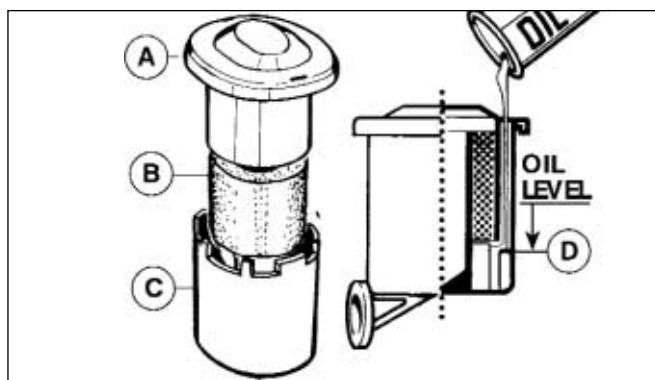

Abb. 9
5. ÖLBADFILTER (ABB. 9)
Der Ölbadfilter ist nur dann wirksam, wenn der Ölstand bis an die Markierung auf dem Behälterboden reicht (Abb. 9-D). Prüfen Sie den Ölstand alle fünf (5) Betriebsstunden. Ist der Ölstand zu niedrig, füllen Sie den Ölbehälter mit einem Motoröl auf, das der für den Motor verwendeten Ölqualität entspricht. Nehmen Sie einmal jährlich - bei Einsatz in extrem staubiger Betriebsumgebung auch öfter - einen Ölwechsel vor. Reinigen und Ölen Sie den Schaumstoffeinsatz alle 10 Betriebsstunden und tauschen Sie ihn alle 50 Betriebsstunden - bei Einsatz in extrem staubiger Betriebsumgebung auch öfter - aus.